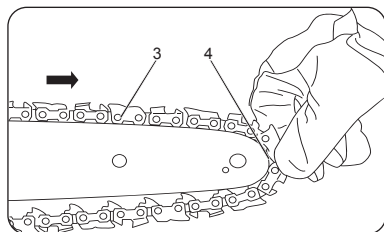
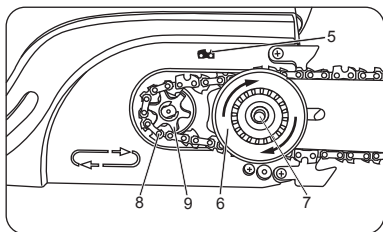

рис. 10
рис. 11
2. Уложить пильную цепь (3) в паз (4), расположенный по периметру пильной шины (рис. 10), предварительно убедившись, что направление звеньев пильной цепи совпадает с маркировкой (5) на корпусе пилы. (рис. 11)
3. Установить механизм натяжителя вместе с шиной (6) на крепящий болт (7) и уложить звенья цепи (8) на звездочку (9). (рис. 11)
4. Прижать пильную шину рукой к креплению на корпусе, слегка натянуть цепь, вращая механизм натяжителя (7) по часовой стрелке. (рис. 11)
5. Установить защитный кожух цепи, точно совместив все шлицы, и крепко его притянуть, вращая зажимную ручку по часовой стрелке. (рис. 11)